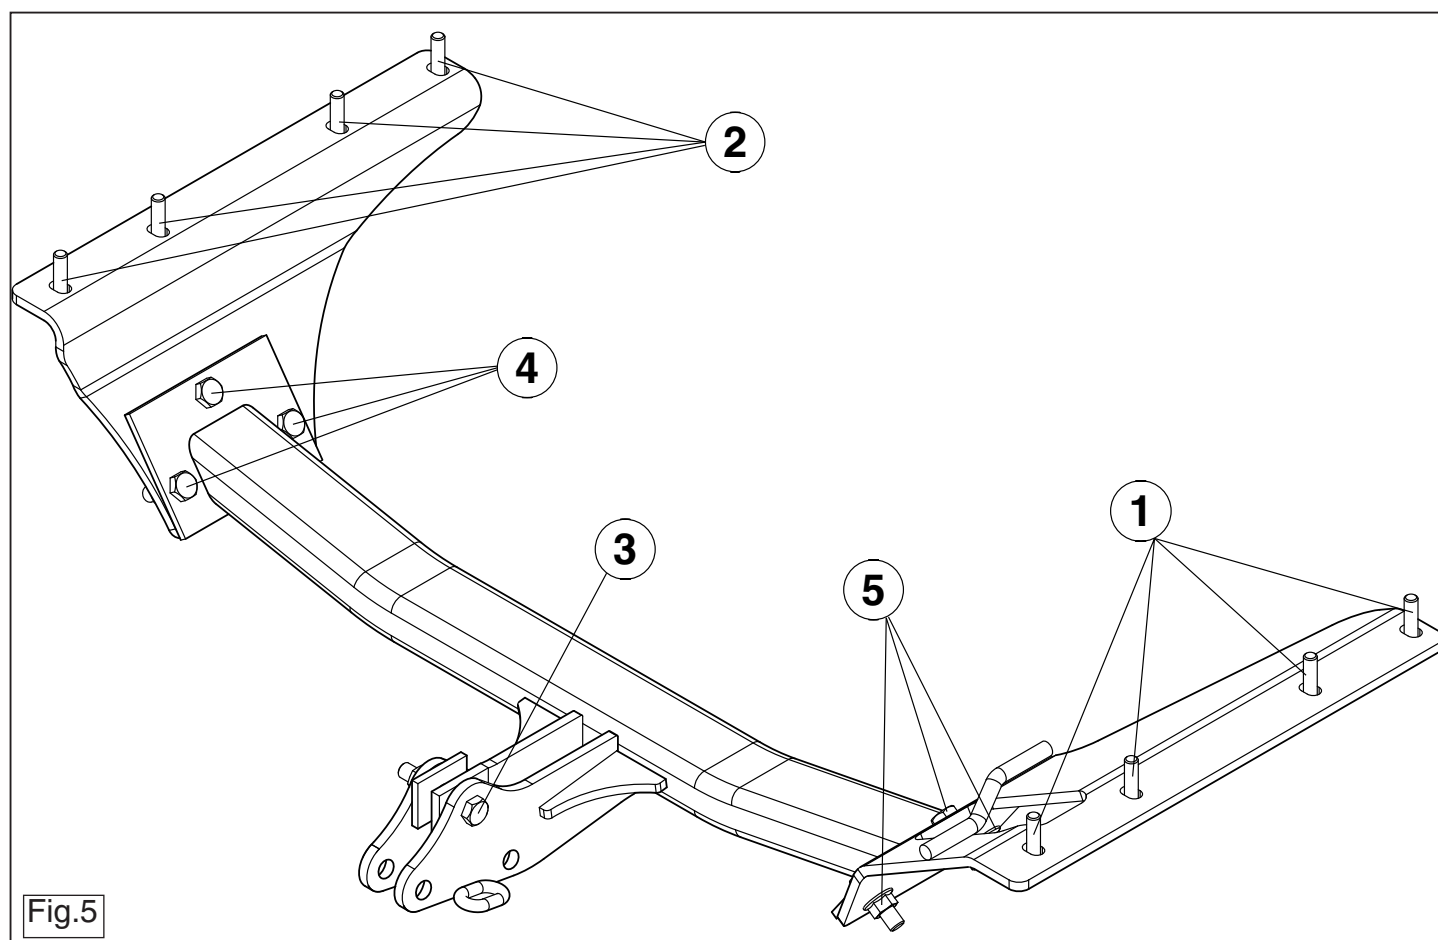

Fig.5
9. Alle Schrauben und Muttern gemäß den Angaben in die Skizze festdre- hen. Siehe Abbildung 5.
- Serrer tous les boulons et écrous conformément le croquis. Voir la figure 5.
9. Dokręcić wszystkie śruby i nakrętki zgodnie z schematem. Patrz rysunek 5.